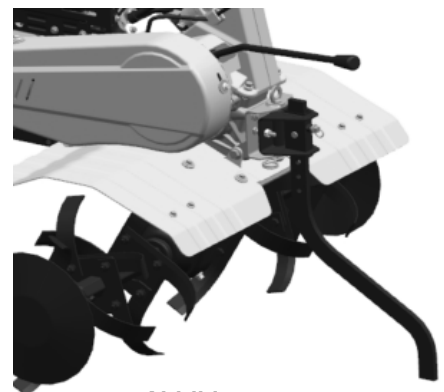

Abbildung 6
- Durch die Höheneinstellung des Dämpfungshebels, kann die Hackentiefe eingestellt werden. Insbesondere wird die Einstellung des Hebels nach unten die Hackentiefe erhöhen, während die Einstellung nach oben die Hackentiefe vermindern wird. (Siehe Abb. 6).